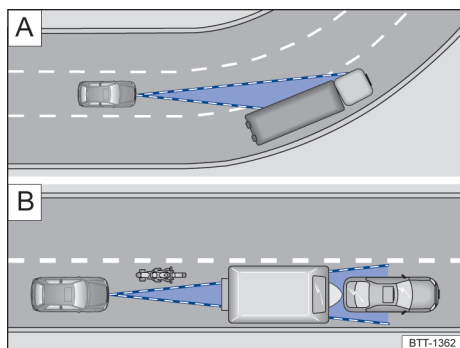

Fig. 145 **A** Condução em curvas. **B** Veículos à frente fora da área de alcance do sensor do radar.
O sensor do radar mede sempre em linha reta. Por isso, veículos em curvas estreitas podem ser detectados por engano ou veículos trafegando à frente podem não ser detectados → Fig. 145 **A**.
- Veículos que trafegam fora da área de alcance do sensor a curta distância do veículo próprio, por exemplo, motocicletas → Fig. 145 **B**.